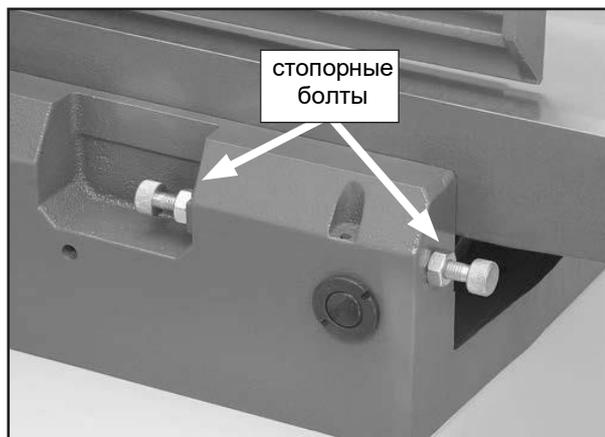

Рисунок 47. Болты с фиксатором положения отводящего стола.
3. Ослабьте фиксатор разгрузочного стола, расположенный в передней части станка, и ослабьте стопорные гайки и болты с фиксатором положения, расположенные в задней части машины сразу за разгрузочным столом (см. рис. 47).